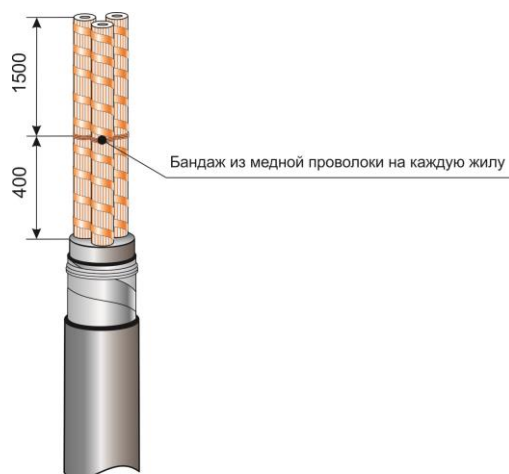

Рис.4
**4.** Развести жилы кабеля, на расстоянии 1500мм от конца каждой жилы наложить бандаж из 2-3 витков медной проволоки (Рис.4).